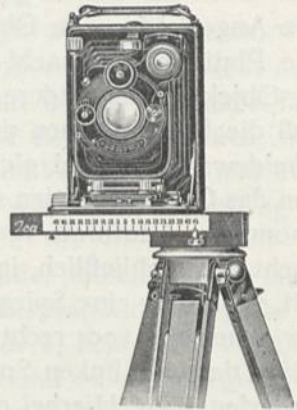

Abb. 139.
**Stereobrett** und dem Zeiß Ikon **Stereostat** (Abb. 139) sehr bequeme Hilfsmittel. Sie lassen sich auf jedes Stativ aufschrauben und nun kann man mit jeder Kamera ohne Änderung oder Ergänzung die beiden Stereoaufnahmen nacheinander machen, wobei man nur die ganze Kamera entweder nach der anderen Seite des Laufbretts klappt oder auf ihm seitwärts verschiebt. Der **Stereobügel** „Stereo für Alle“ von *Spitzer*-Berlin wird zwischen Stativ und Kamera angeschraubt. Zwei Anschläge am Bügel — ein fester und ein verschieb- und feststellbarer — begrenzen die Stellungen der (zu drehenden) Kamera bei beiden Aufnahmen. Zu der Vorrichtung gehört noch ein besonderer Kassettenschieber aus Metall mit einem Ausschnitt, der die Hälfte der Platte freilegt; d. h. der „Stereo für Alle“ ist nur für Kameras verwendbar, die mit Kassetten, und zwar solchen mit ganz herausziehbaren Schiebern ausgestattet sind.